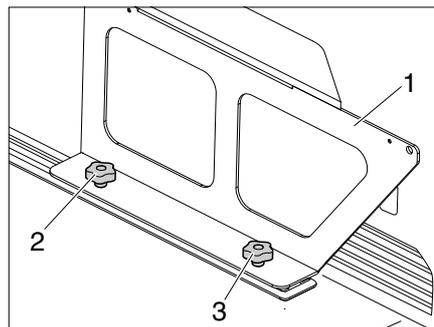

Bild 26 Auflage der Bettverlängerung
- Zwei Sternschrauben (Bild 26,2 und 3) abschrauben und Auflage (Bild 26,1) der Bettverlängerung abnehmen.
- Auflage (Bild 26,1) der Bettverlängerung aufsetzen.
- Hintere Sternschraube (Bild 26,3) zuerst einschrauben.
- Vordere Sternschraube (Bild 26,2) einschrauben.